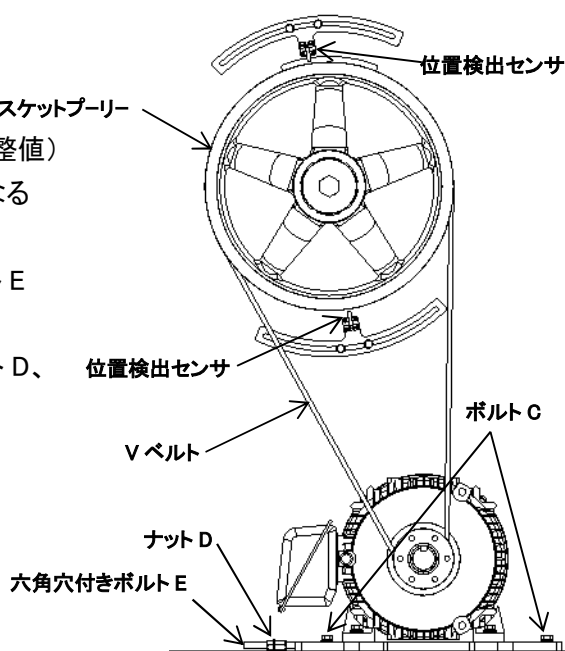

図 8-6
- ② ボルト C(4箇所)を緩めます。
- ③ ナット D(2箇所)を緩めます。
- ④ ベルトの張力を確認しながら、六角穴付きボルト E を締め込みベルトの張力を調整します。
- ⑤ 適切な張力に調整できたなら、最後にナット D、ボルト C を確実に絞めます。
②～⑤は[図 8-6]を参照して下さい。